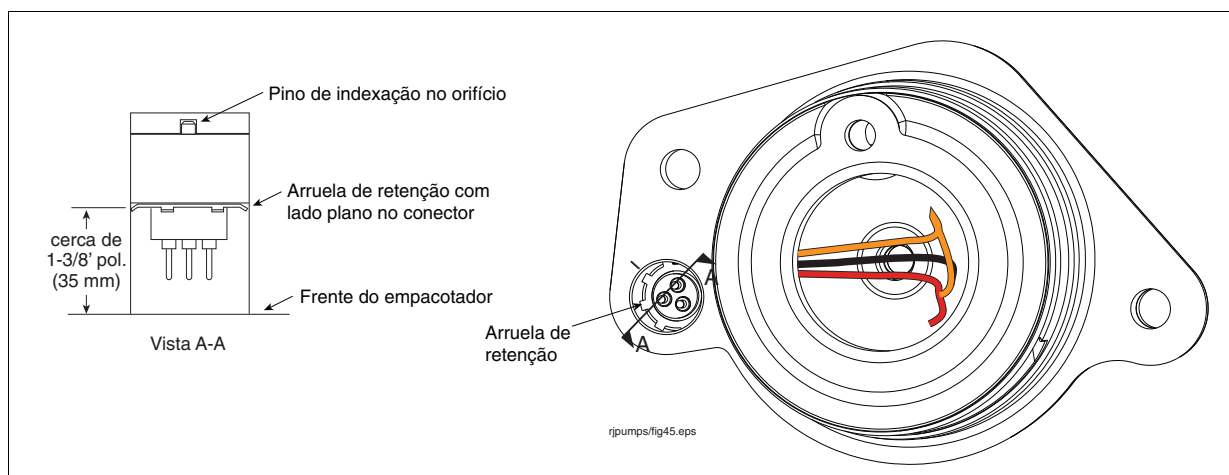

Figura 55. Profundidade correta do conector macho no soquete do empacotador
13. Passe os fios do novo conector macho pelo soquete e pela abertura na base do soquete até o compartimento de fiação do empacotador. Puxe cuidadosamente os fios para dentro do compartimento de fiação enquanto alinha a marca da fita adesiva no conector com a marca da ponta de feltro na face do empacotador. Depois de empurrar o conector até o fim em seu soquete, ele não deverá girar se o pino de indexação estiver no orifício de indexação. Usando a régua pequena, meça a distância do empacotador voltado para baixo até o conector, que deve ser um pouco maior que 35 mm (1-3/8 pol.) (consulte a Figura 55). Segurando os fios com firmeza para manter o conector na posição, insira a arruela de retenção (com os dentes virados para cima voltados para fora) e force-a até que fique firme no conector (o uso de um soquete profundo e de parede fina ajudará a encaixar a arruela de retenção no conector). Verifique novamente a medida de 35 mm (1-3/8 pol.) após instalar a arruela de retenção para confirmar que o conector está na profundidade adequada.